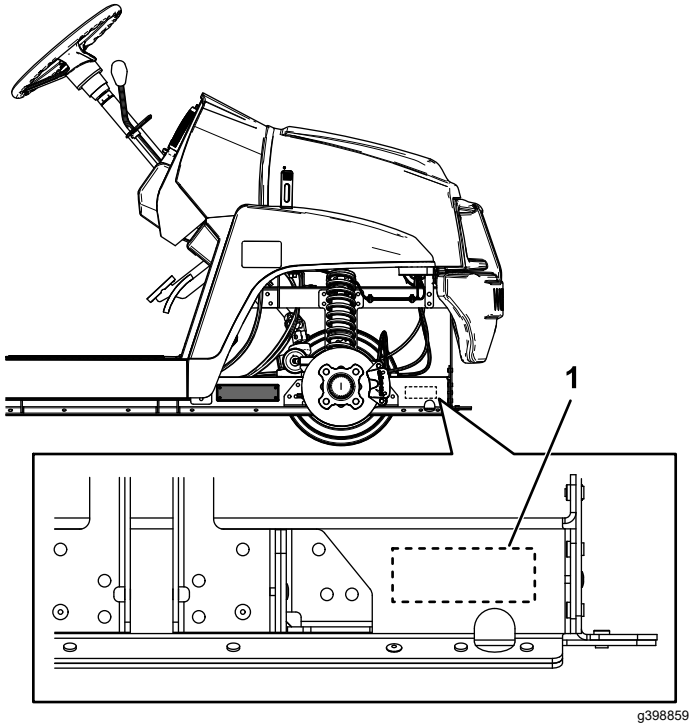

Figura 5
2. Applicate il numero di serie sulla macchina, nel punto indicato nella Figura 5.